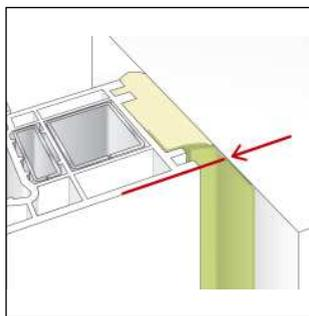
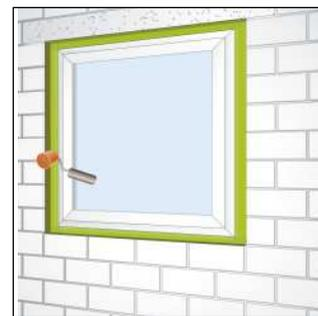

Рис. 3 Расположение бутиловой ленты.
Рис.4 Тщательно закрепите ленту, используя ролик.
- Если вы используете ME531 с бутиловой полосой , то вначале нанесите бутиловый и битумный праймер на стену, чтобы пропитать основание . Оставьте его выветриться . Затем распределите ленту по периметру (рис.3). Удалите защитную пленку с клеящейся полосы и прикрепите ленту к стене , плотно прижав ее . Затем разгладьте ролик. Рис.4